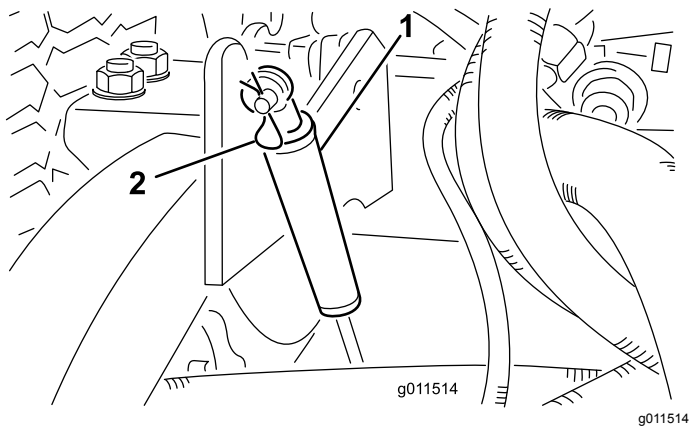

Bild 5
9. Entfernen Sie die Splinte, mit denen die Stoßdämpfer an den Mähwerk-Hubarmen befestigt sind (Bild 5).